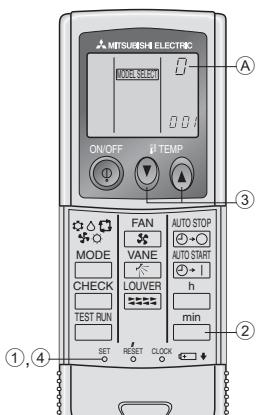

Рис. 6-7
4) Присвоение пульта дистанционного управления отдельным приборам (Рис. 6-7)